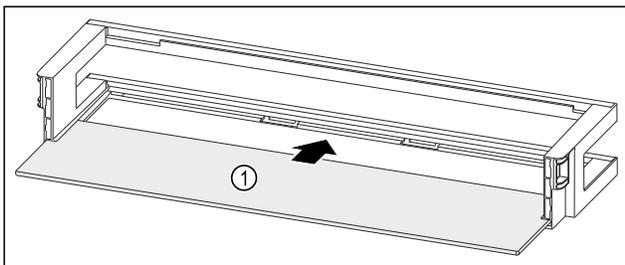

Fig. 86 Balconnet de contre-porte avec tablette de rangement
- ▶ Insérer la tablette de rangement Fig. 86 (1) dans les évidements latéraux.